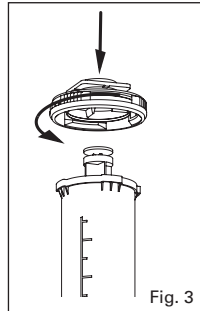

Fig. 3
- 5 Red syringe needs adapter (7) supplied with the instrument to be fitted first (Fig. 3).
- 5 Rote Spritzen müssen zuerst mit dem mitgelieferten Adapter (7) versehen werden (Abb. 3).
- 5 Avec la seringue rouge, utiliser le raccord (7) inclus dans l'emballage (Fig. 3).